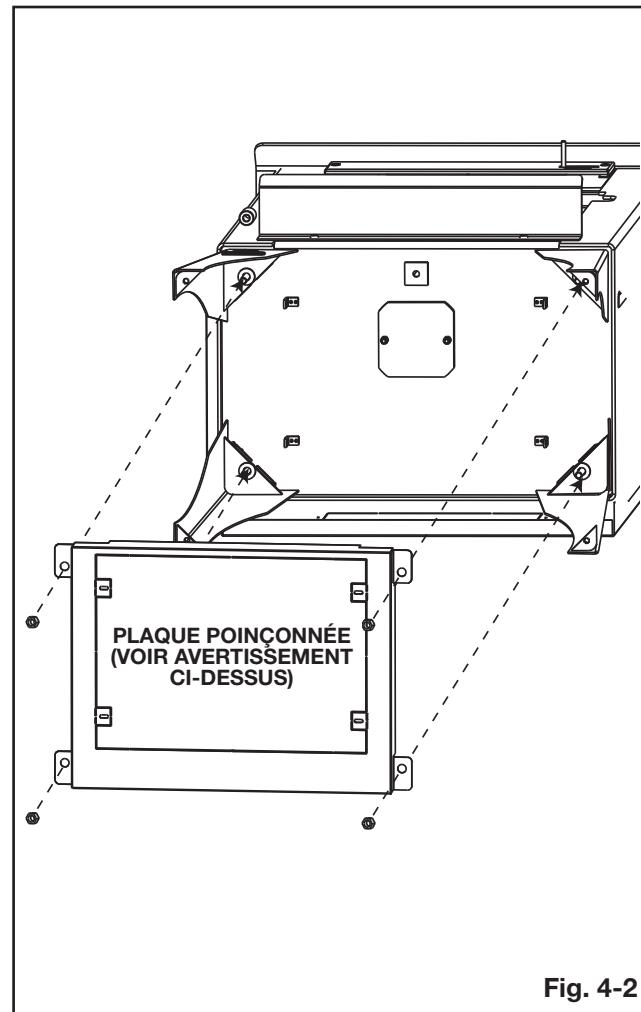

Fig. 4-2
- Glissez l'écran thermique sur les quatres boulons. Finalement, fixez l'écran thermique en place en utilisant les écrous restant (**Fig. 4-2**).